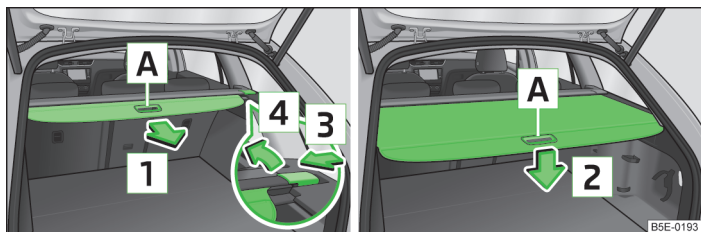

Fig. 86 Trageți afară și scoateți masca rulantă a portbagajului / rulați masca rulantă a portbagajului
► Prindeți capacul de mâner **A** » fig. 86 și trageți-l în sensul săgeții **1** până la limită, până când se fixează cu un declic.
► Apăsăți capacul în zona mânerului **A** » fig. 86 în sensul săgeții **2**.
► Apăsăți pe partea barei transversale în sensul săgeții **3** » fig. 86 și extrageți capacul cu o mișcare efectuată în sensul săgeții **4**.